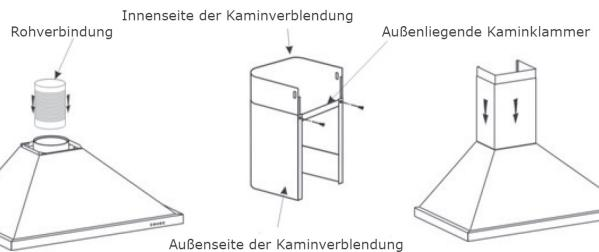

Bild 3
- Als nächstes installieren Sie die Rohrverbindung und die Kaminverblendung auf der Haube. Siehe hierzu Bild 3.